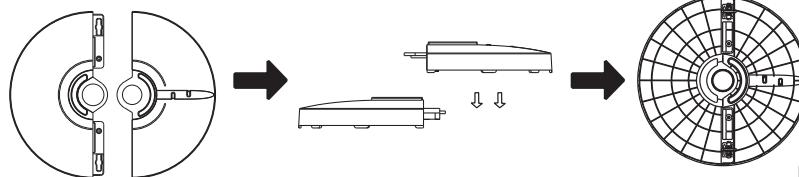

Fig.1
1. Remova o corpo do ventilador e as peças sobressalentes da caixa. Coloque a base frontal na base traseira e junte-as. (ver Fig. 1)